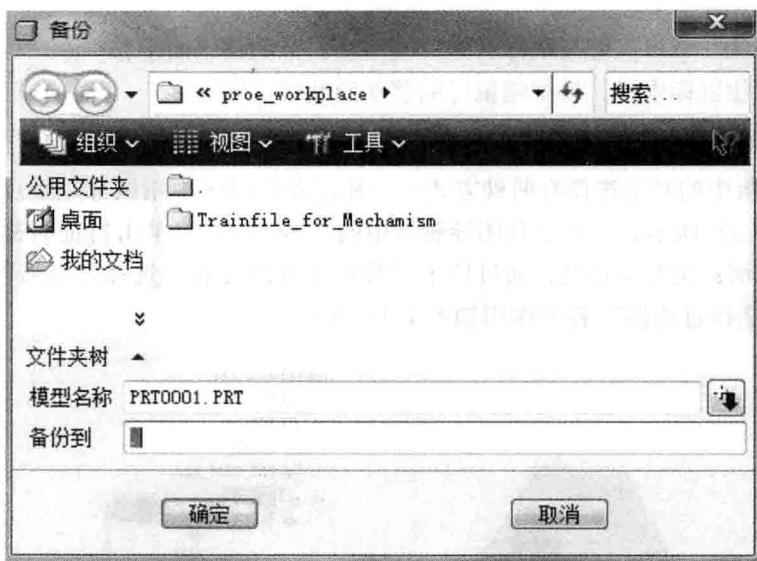

图 1.10 “备份”对话框
①选择“文件”→“备份”命令，弹出“备份”对话框，如图1.10所示。